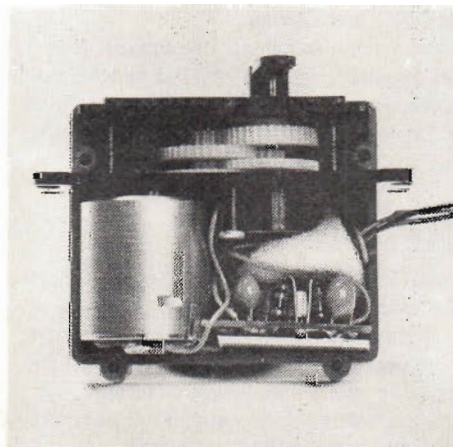

Fig 4. Servot öppnat. Här framgår hur kretskortet placerats i det trånga utrymmet.
(6) och (7). Se till att det är tätt överallt.
Fig 4. Här är bak- och sidostyckena monterade. När bitarna (10) har fästs i bottenplattan, har framstycket (11) använts som mått. Bit (5) kan med fördel göras så bred att den går ända fram till bitarna (10). Det ger extra stadga åt kaviteten bakom högtalaren.